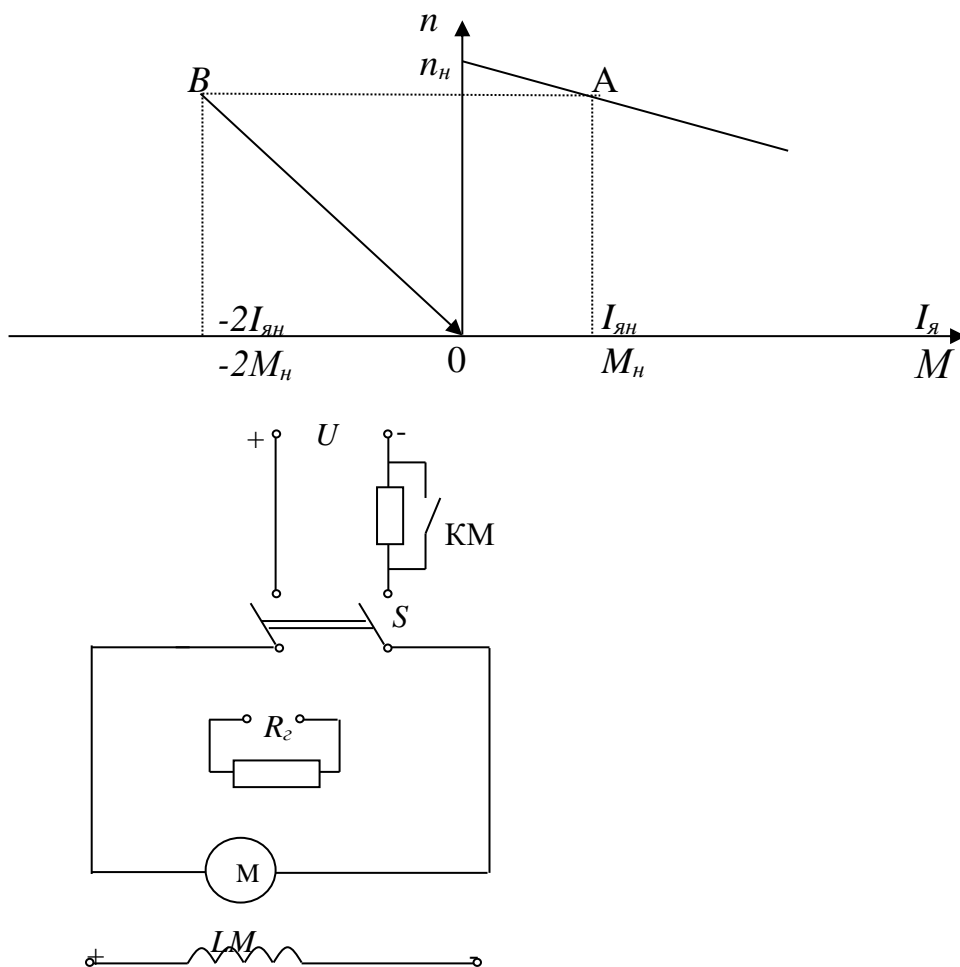

Рисунок 4.1 – Характеристики і схема двигуна у режимі динамічного гальмування
1. Розглянемо характеристики і схему динамічного гальмування, зображені на рис. 4.1.